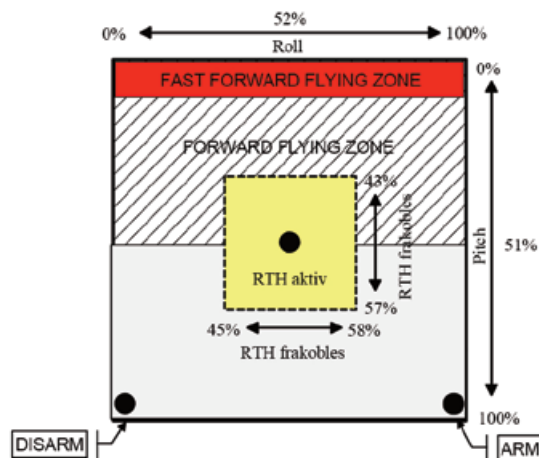

Fig. 11.
- 1 joystick til pitch- og rollkontrol samt skift mellem autonom og manuel flyvning samt arm/disarm kontrol. Se fig. 11.
Man bringer pitchsignalet op i det røde område med FFF switchen uden at flytte pinden! Se fig11. Det er her uhyre vig-
ning. Ved 170 sekunder hænger Vektor 1 nøjagtig over startstedet. Højden reduceres yderligere til den indprogrammede højde på 24 meter. Ved godt 205 sek. giver piloten fuld gas, uden det har nogen virkning. Vektor 1 bringes ved 236 sek. ud af sin autonome tilstand ved at Pitchen kommer under 43 % (Se fig. 11.) og der kan nu flyves videre manuelt. Man kunne også i software opsætningen have valgt, at Vektor 1 skulle have landet automatisk med en nedstigningshastighed på 1m/sek.